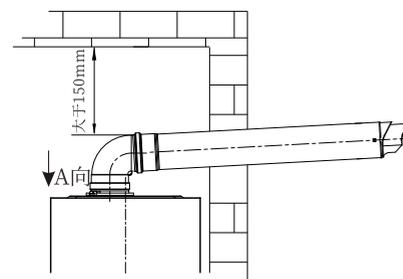

图3.6a
- (1) 同轴烟道的安装要严格按照CJJ12-2013及其它相关标准操作，烟道出口位置与周围建筑物开口的距离选择也要符合其标准要求，如图3.6a所示。
- (2) 为防止同轴烟道上的排气孔和进气孔被堵塞，应将同轴烟道伸出墙外。
- (3) 同轴烟道安装接触或穿过房屋墙壁的管道时，相对环境的表面温升应小于等于60K，当该温升超过60K时，应在同轴烟道通过易燃材料组成的墙体时；必须覆盖厚度在20mm以上的不燃耐高温材料围护，确保墙体表面温升小于等于60K。
- (4) 同轴烟道与其穿过的墙壁上的圆孔之间的间隙，不得用水泥类东西填充，请使用随机附件的烟道法兰密封，否则不利于维修操作。
- (5) 同轴烟道的外表面应与上面的建筑物相距45mm以上。
- (6) 若使用加长管，所有的接口处必须密封，不得使废气漏入室内。
- (7) 烟道口位置必须位于不会造成公害的地方。
- (8) 壁挂炉必须与同轴烟道连接且须导出室外（如3.6b），没有烟管，停止壁挂炉运行。
- (9) 排烟温度最高可达到90°C，因此使用排烟管时应注意其材质能否在该温度下长期运行。
- (10) 由于排烟管具有一定的温度，因此不可连接到易受热变形管道上（如不耐高温的塑料管和内部有涂层的管道）。